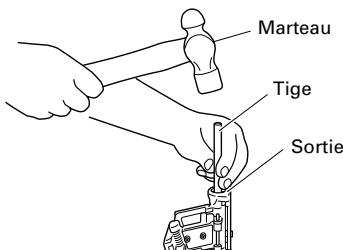

Fig. 11
- (1) Enlevez le coïl du magasin, ouvrez le guidage de clous et introduisez une tige dans l'orifice. Tapez ensuite la tige à l'aide d'un marteau. (Fig. 11).